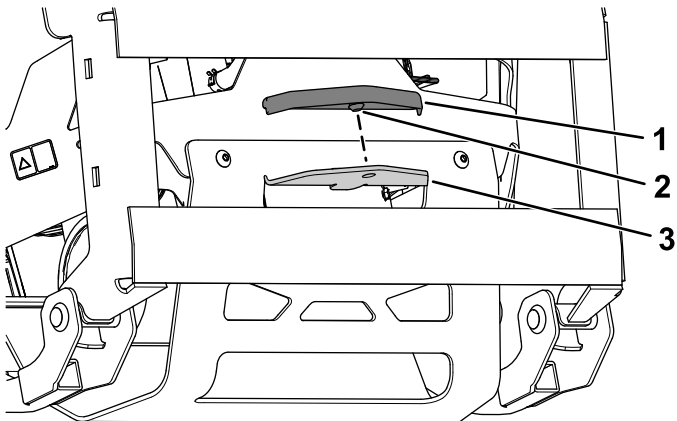

Figure 18
2. Placez la protection au-dessus de l'attelage et poussez-la en place (Figure 18).